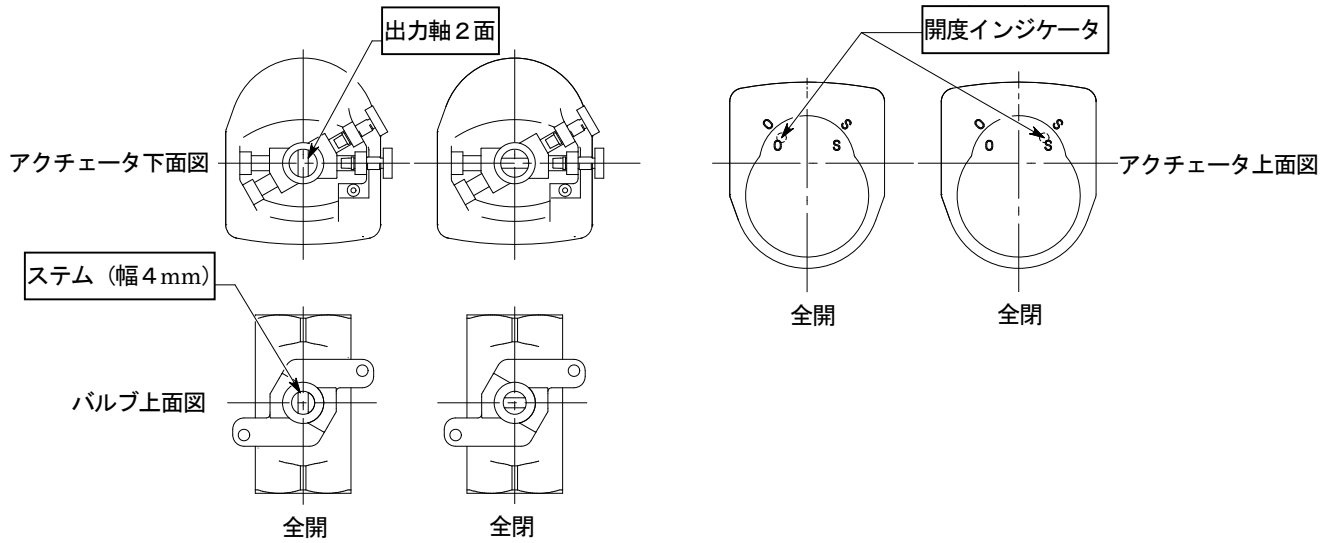

図23. バルブとアクチュエータの開度確認
① バルブとアクチュエータの開度が同じであることを確認してください。(図23.)
- ① バルブの開閉状態を確認ください。開閉状態は21項、図23. を参照ください。
- ② 21頁、図23. に示す、ステム部の寸法にあったスパナやモンキーレンチでバルブの開閉操作を行ってください。開閉方向に制限はありません。